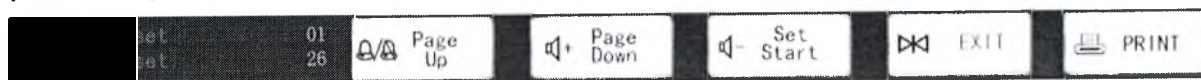

Рис. 5-22 — Панель меню настройки распечатки файлов из памяти
1. Нажмите кнопку  в меню настройки воспроизведения из памяти, чтобы открыть меню настройки распечатки файлов из памяти, как показано на Рис. 5-22.